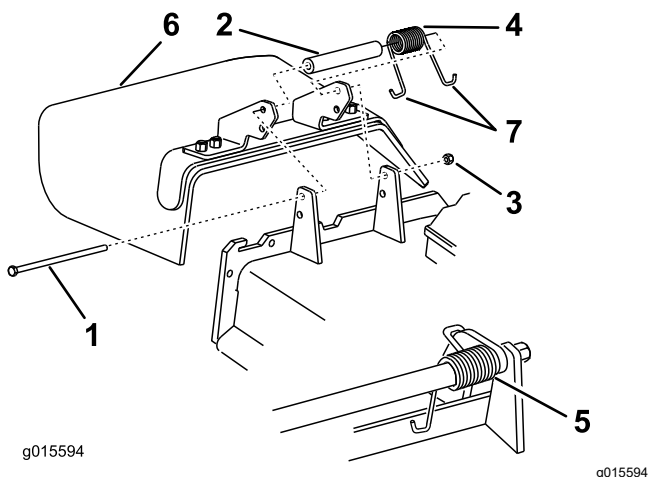

Figura 85
1. Retire a porca de bloqueio, o parafuso, a mola e o espaçador que fixam o defletor aos apoios de articulação (Figura 85).
2. Se o defletor de relva estiver danificado ou gasto, retire-o (Figura 85).
Nota: Certifique-se de que está montada uma extremidade em J por trás da extremidade da plataforma antes de colocar o parafuso como se mostra na Figura 85.
6. Coloque uma extremidade em gancho J da mola em torno do defletor de relva (Figura 85).